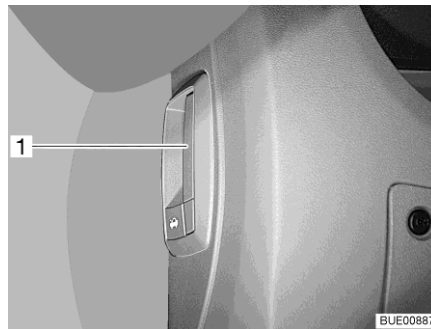

Fig. 50 Palanca de desbloqueo del capó del motor (en el vehículo)
- Tirar de la palanca (Fig. 50,1) a la izquierda o al lado del salpicadero.